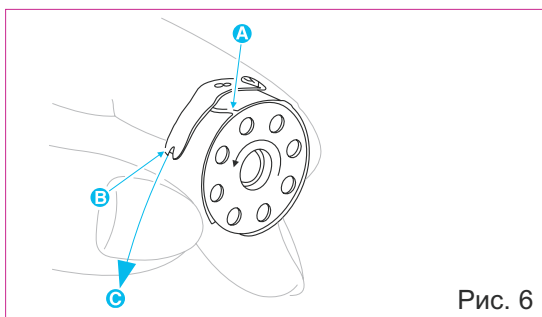

Рис. 6
2. Заправьте нитку в прорезь (A) рис.6, и вытяните ее из-под прижимной пружины (B) в направлении (C).
3. Убедитесь, что шпуля вращается в направлении (C) плавно и без рывков.